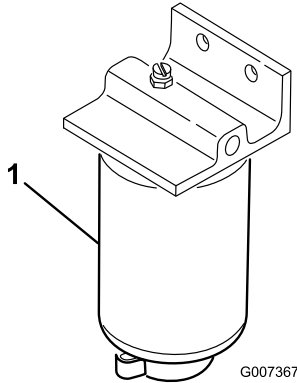

Figure 53
1. Placez un bac de vidange propre sous le filtre à carburant (**Figure 53**).